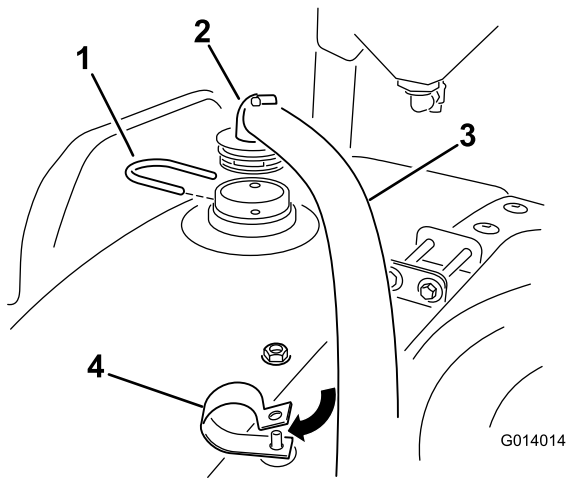

Figura 23
1. Instale a extremidade do tubo com o encaixe de 90 graus no anteparo previamente instalado na parte superior e frontal do depósito (Figura 23).
2. Utilize um grafo para o prender ao depósito como se mostra em Figura 23.
3. Empurre a extremidade aberta do tubo para baixo e através do grampo R para o misturador. Instale uma porca de bloqueio sobre o parafuso no grampo R e aperte à mão nesta altura (Figura 23). Isto vai permitir um ajuste posterior.